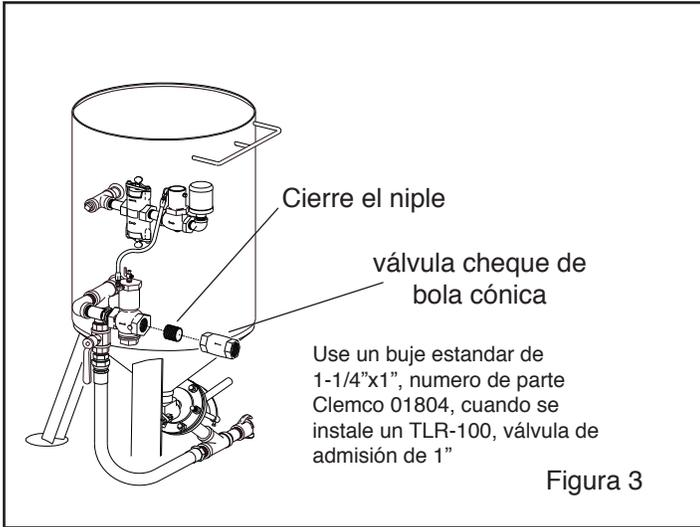

Figura 3
2.3.1 Donde haya múltiples máquinas de chorreado operando a partir de una fuente única de aire comprimido, instale una válvula check de bola cónica a la entrada del suministro de aire de cada máquina. Refiérase a la ilustración en la Figura 3 para instalar la válvula check en una máquina de chorreado.